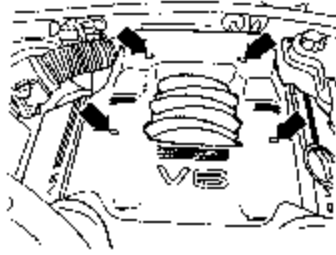

图 8-32 拆卸发动机上盖板
- (1) 带有密码收音机车辆要注意是否有密码，必要时要先获得密码。
- (2) 拆下蓄电池地线。拆下发动机上盖板，如图 8-32 所示。